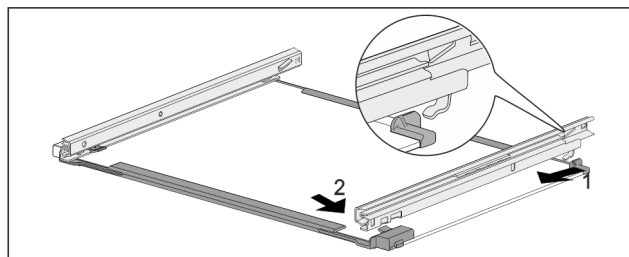

Fig. 206 Ripiano in vetro con guide
- ▶ Agganciare la guida sul lato posteriore. Fig. 206 (1)
- ▶ Innestare la guida sul lato anteriore. Fig. 206 (2)